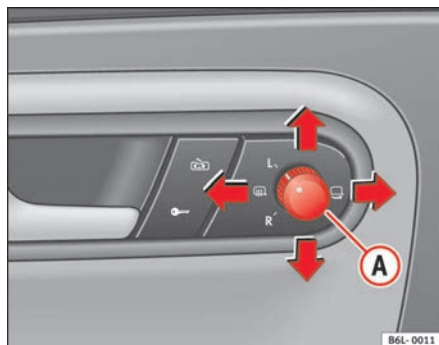

Fig. 71 Mando de los retrovisores exteriores
1. En primer lugar, gire el mando ⇒ fig. 71 hasta la posición **L** (retrovisor izquierdo).
- Gire el mando hacia la posición de desempañado ☞ ⇒ fig. 71
- Gire el mando ⇒ fig. 71 hasta la posición ☞ para plegar los retrovisores exteriores. Para evitar daños en el vehículo, debería plegar los retrovisores exteriores siempre que utilice un túnel de lavado automático.